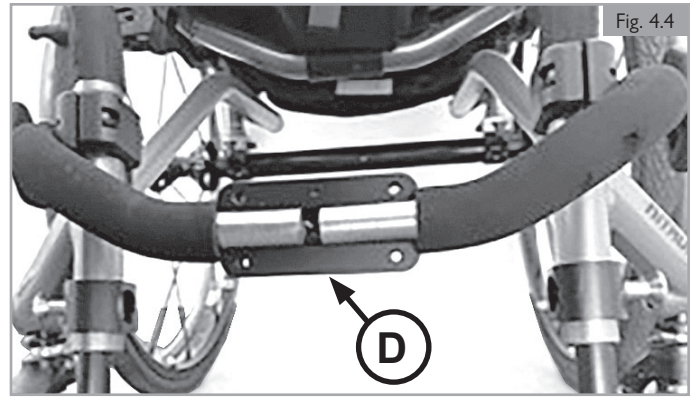

Fig. 4.4
1. Inserte los tubos de acoplamiento hasta la profundidad deseada y alinéelos con el pequeño soporte negro (D). (Fig. 4.4)